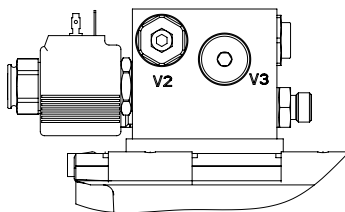

Рис. 2.
- Отрегулируйте момент начала открывания аппарели. Для этого открывайте клапан **V2** (рис. 2) регулировки давления срабатывания аппарели, предварительно ослабив контргайку путем поворота регулировочного винта клапана против часовой стрелки до упора.